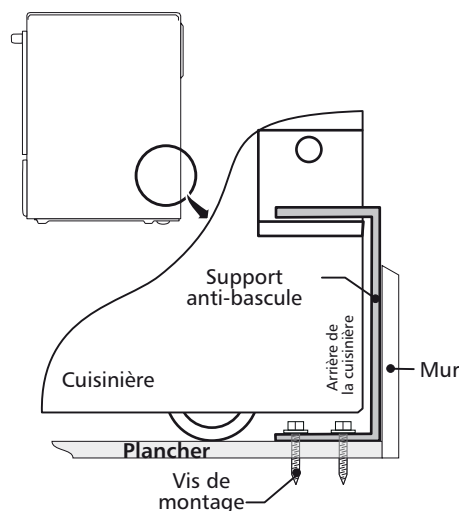

Figure 13
4. Enlevez le gabarit et placez le support anti-bascule sur le plancher. Alignez les trous dans le support anti-bascule avec les trous tracés sur le plancher et fixez avec les 4 vis fournies. Le support anti-bascule doit être fixé sur un plancher solide (Figure 13). Si vous les fixez à un plancher en béton, percez d'abord des trous pilotes de 3/16" (0.5 cm) de diamètre à l'aide d'un foret à maçonnerie.